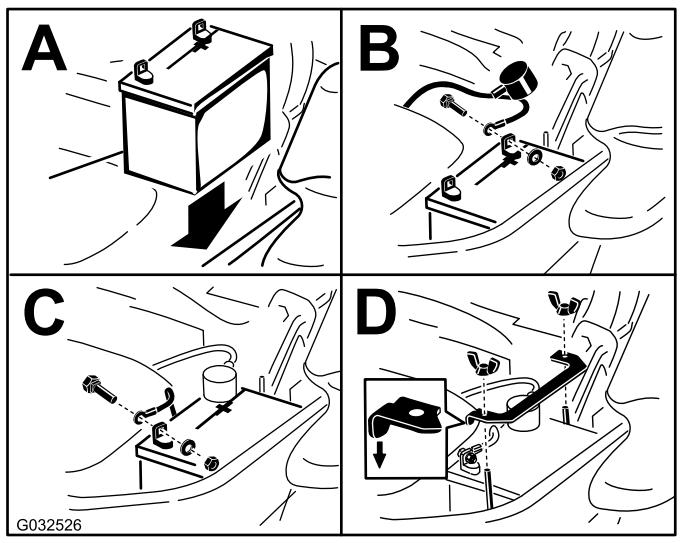

Figure 76
**Remarque:** Placez la batterie dans son support en tournant les bornes à l'opposé du réservoir hydraulique (Figure 76).